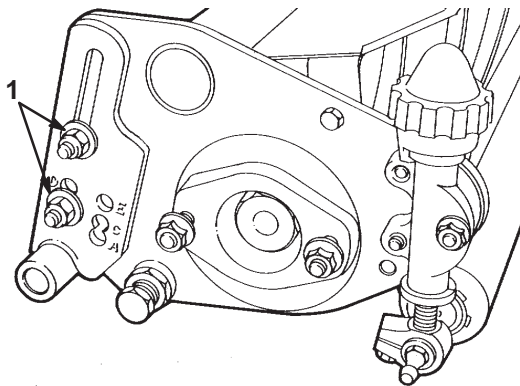

図 4
- 穴にボルトを通したら、平ワッシャとナットを使って、右側の後ローラ・ブラケットをしっかりと固定する（図4）。